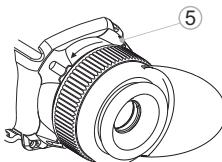

Fig.4
- Ruotare l'anello di bloccaggio dell'oculare (5) in senso antiorario fino a sentire un clic e rimuovere l'oculare (**Fig. 4**).
- Far scattare la leva (18) dalla posizione iniziale "APERTO" di apertura alla posizione "CHIUSO" (**fig. 4**). Verificare che l'adattatore sia inserito saldamente sulla lente dell'obiettivo.
- Allentare la vite di bloccaggio (19) con la chiave esagonale (S = 2 mm).
- Serrare la vite (20) con chiave (S=4 mm) con la forza di chiusura necessaria per garantire che l'adattatore si adatti strettamente alla lente obiettivo.
- Serrare la vite di bloccaggio (19).